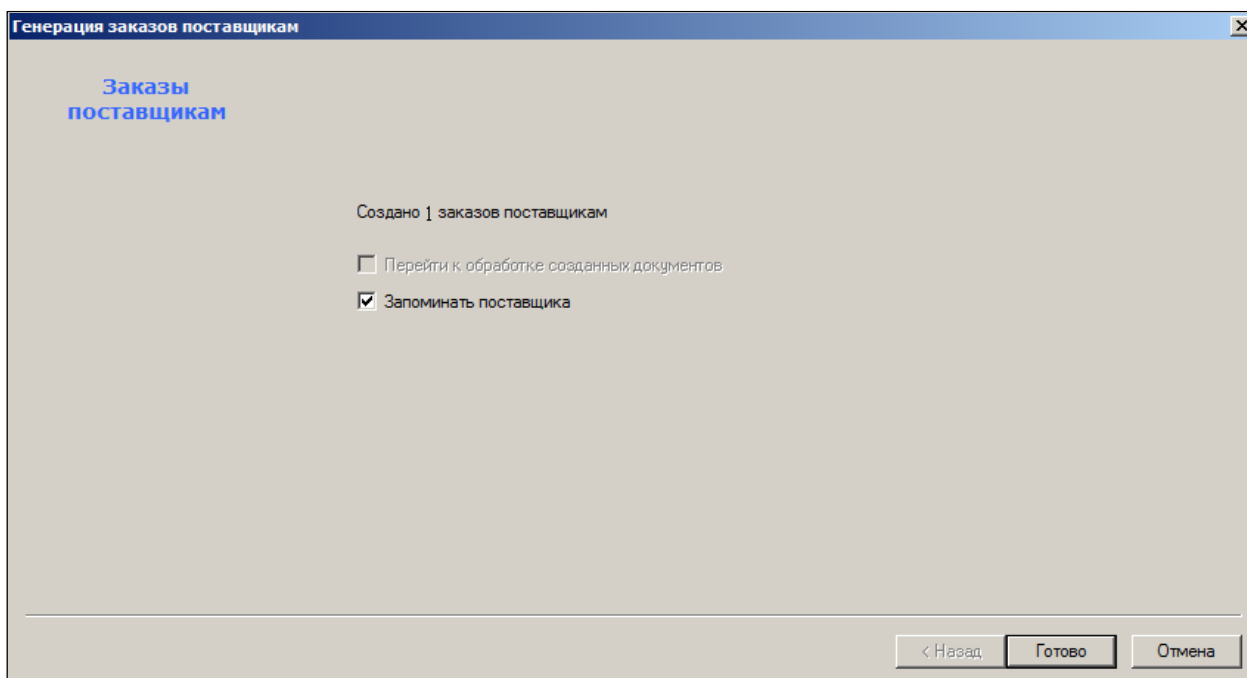

Рисунок 30 – Автоматическая генерация заказа (8)
Мастер генерации заказов состоит из семи диалоговых окон (Рисунок 24 - Рисунок 30).
6. Флаг **Запомнить поставщика»** (Рисунок 30) при следующем формировании заказа освобождает пользователя от заполнения наименования контрагентов.